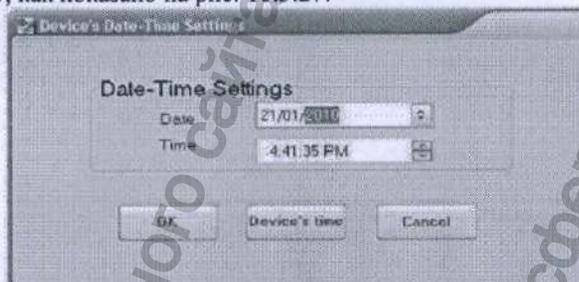

Рис. 10.3.27 Процесс настройки даты/времени
5. Удаление данных, сохраненных в устройстве: После завершения загрузки пользователь может очистить память изделия для того, чтобы записать новые данные; на экране (рис. 10.3.27В или рис. 10.3.27С, конкретный рисунок зависит от используемой модели пульсоксиметра) нажмите на кнопку , после чего на экране появится диалоговое окно «Вы уверены в том, что хотите удалить все записи в пульсоксиметре (Are you sure to delete all
Нажмите на кнопку «», после чего на экране отобразится окно «Настройка даты/времени изделия (Device's Date-Time Settings)», как показано на рис. 10.3.27.